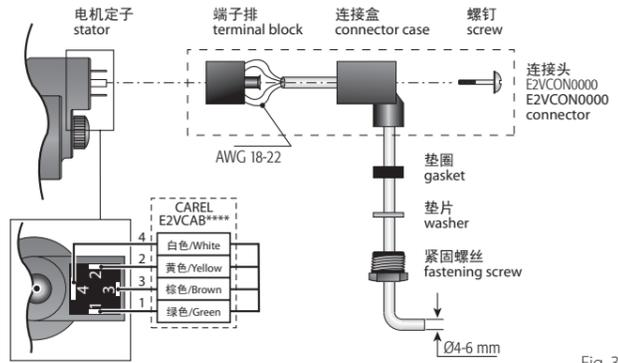

Fig. 3
4. connect the pre-wired connector to the socket on the stepper motor and tighten the screw tightening torque 0,5 Nm following the instructions in Fig. 3. Connect the four-pin end of the cable to the corresponding terminals on the CAREL EVD*** driver or approved CAREL controller and set the parameters as shown in the table below.
- Raccorder le connecteur déjà câblé au moteur pas à pas dans le logement correspondant et serrer la vis avec un couple de 0,5 Nm en suivant les indications de la Fig. 3. Connecter ensuite l'extrémité quadri-polaire du câble aux bornes correspondantes du Driver CAREL EVD*** ou du régulateur homologué CAREL et configurer les paramètres selon la valeur reprise au tableau ci-dessous.
- Den vorverdrahteten Steckverbinder in den Schrittmotor einfügen und die Schraube nach den Anleitungen der Fig. 3 mit rund 0,5 Nm Drehmoment festschrauben. Das Vierleiterkabelnde an die entsprechenden Klemmen des CAREL-Treibers EVD*** oder an eine andere zugelassene CAREL-Steuerung anschließen und die Parameter gemäß Parameter-Set der nachstehenden Tabelle einstellen.